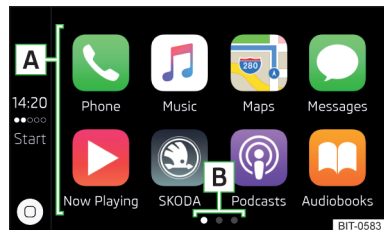

Fig. 160
- Seleccionar en el menú principal Apple CarPlay la aplicación deseada en el área **A** » **fig. 160**.